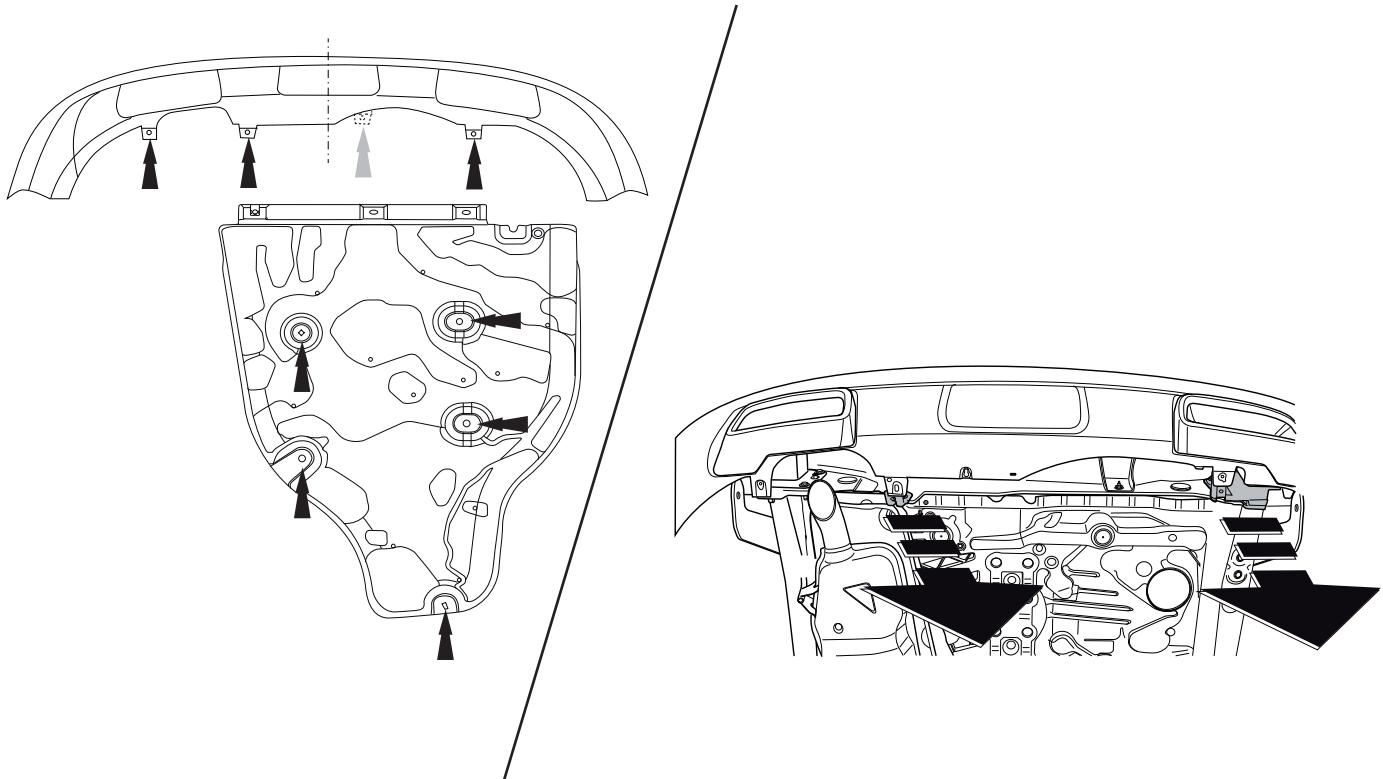

Fig. 1
2. Удалить болты, как указано на рис. 1.
3. Снять кронштейны бампера. См. рисунок 1.